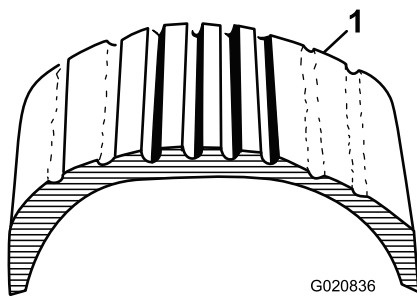
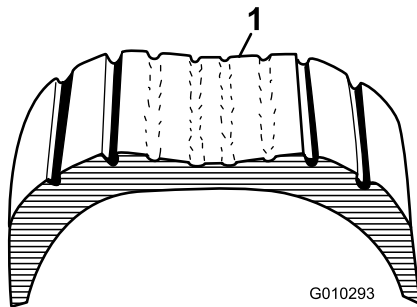

Figura 11
Figura 12
1. Inspeccione visualmente los neumáticos en busca de daños y desgaste (Figura 11 y Figura 12).